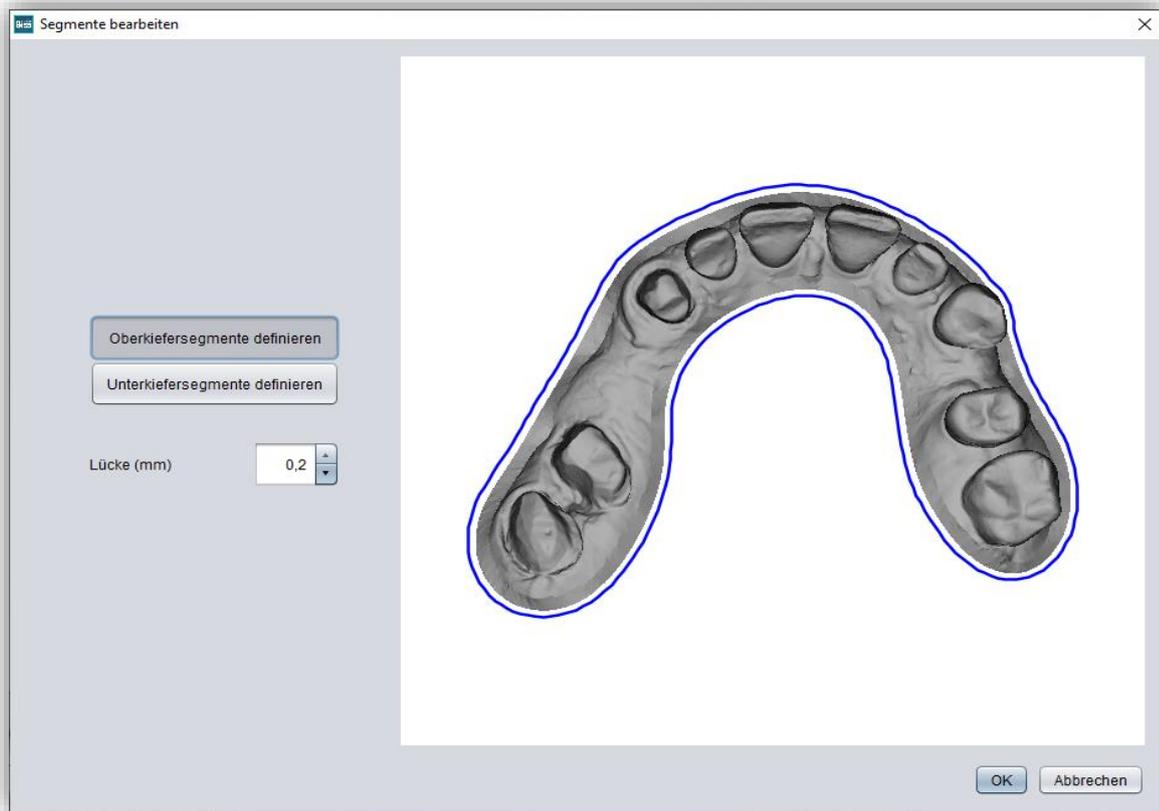
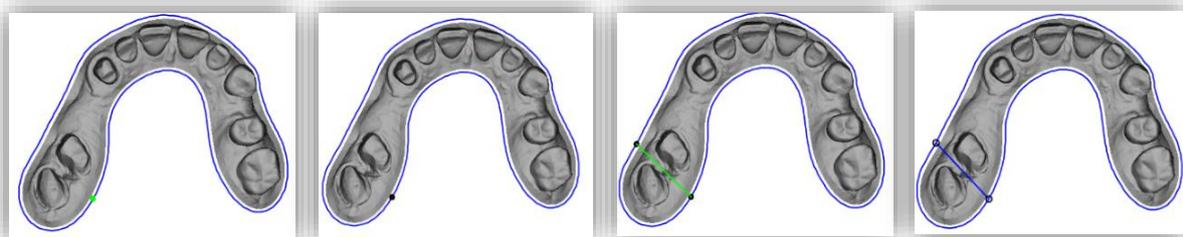

Bild 72: Fenster Segmente bearbeiten
Bild 73: Definition der Schnittlinie
**Segmente definieren...** im Aktionsfenster (Bild 72). Es öffnet sich ein neues Fenster, siehe Bild 73.